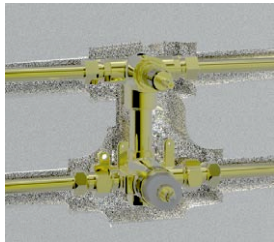

Fig 1
1. Voorzie de muur van de ruimte welke benodigd is voor de inbouw van deze mengkraan. (zie fig.1 & 2)